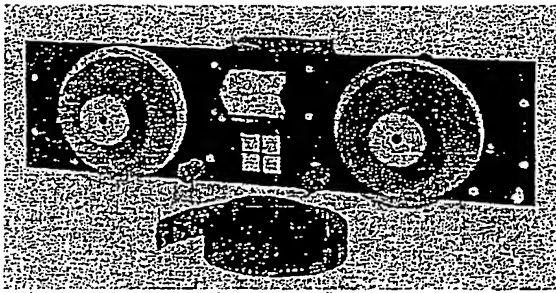

Bild 11: Fotoelektrischer Lochstreifenleser mit Wickelvorrichtung.
9.1 Lochstreifenleser (Bild 11)